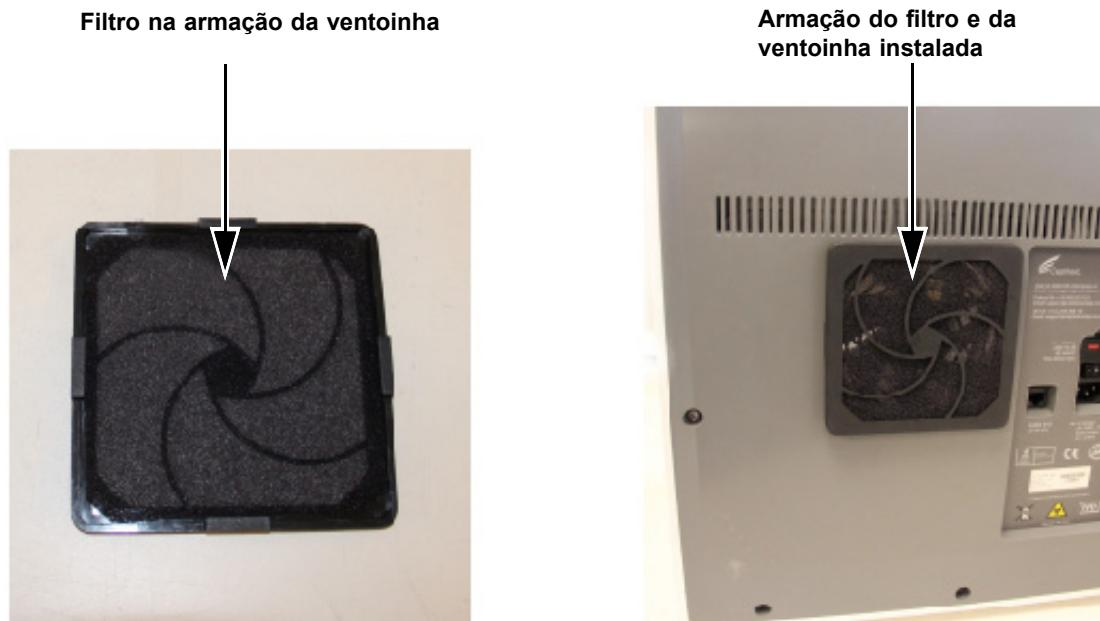

Figura 9-23. Substituir o filtro e a armação
7. Coloque a protecção do filtro da ventoinha e o filtro na devida posição, como uma unidade. Pressione ambas as parte laterais da protecção com firmeza sobre a armação da ventoinha até encaixarem em segurança na ventoinha. Pressione a parte de baixo da protecção até encaixar em segurança na ventoinha. Consultar figura 9-23.